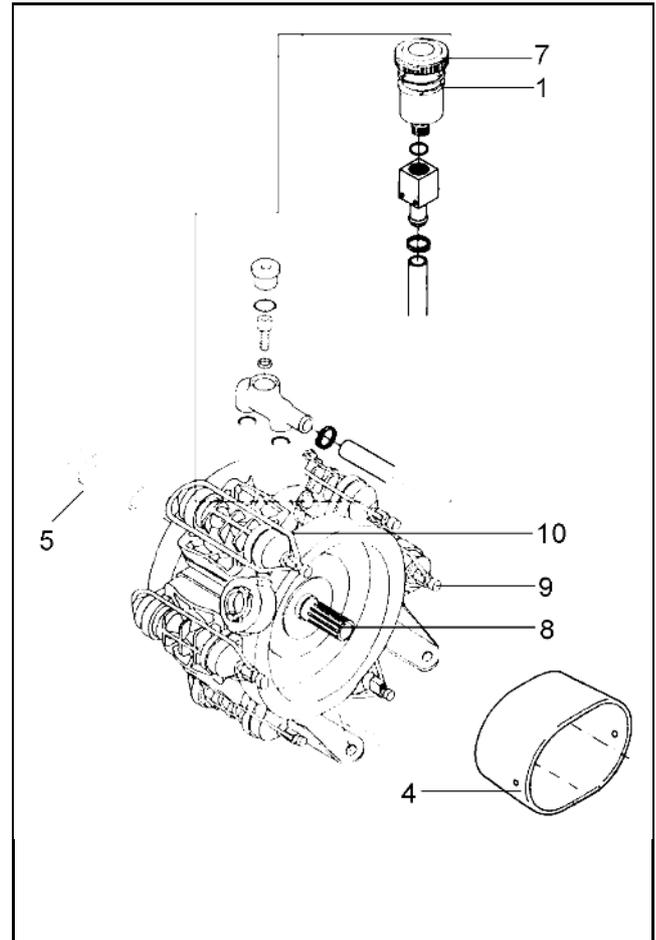

Fig. 9.1
Con bomba detenida y posicionada horizontalmente, **debe ser visible el nivel de aceite en la marcación (Fig. 9.1/1).**
Para recargar aceite, quitar la tapa (Fig. 9.1/7).
- Girar el eje de accionamiento (Fig. 9.1/8), con la mano hasta que el aceite usado haya sido evacuado completamente.